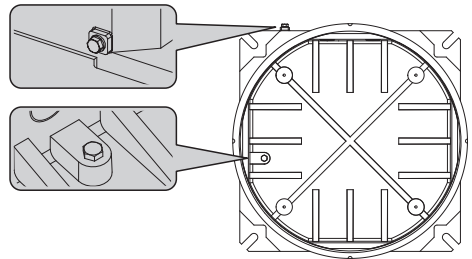

Fig. 02 Positions des vis à terre extérieures-intérieures.
**La tension d'alimentation du récepteur EXDTRX3 est de 230Vac, 50/60Hz. Le récepteur doit être mis à terre en utilisant les vis à terre intérieures et extérieures de la caisse (Fig. 02, page 8).**
**⚠ La tension d'alimentation du récepteur EXDTRX324 est de 24Vac, 50/60Hz. Le récepteur doit être mis à terre en utilisant les vis à terre intérieures et extérieures de le caisson (Fig. 02, page 8).**